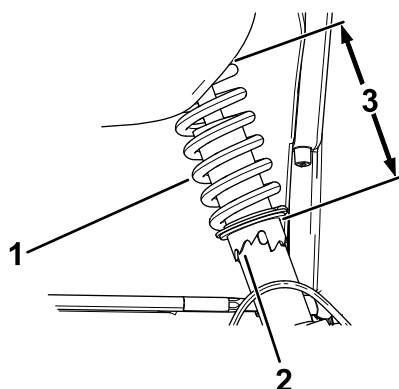

Figura 51
2. Si la caída de la rueda no está alineada, utilice la llave de gancho para girar el collarín del amortiguador y alinear la rueda (Figura 51).